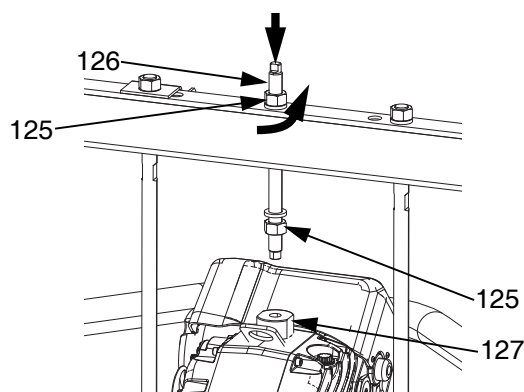

FIG. 28: Base de 55 galões
- a. *Unidades de abastecimento D200 de 3 pol. e D200s de 6,5 pol.:* Solte a porca (125) abaixo da barra de cruzamento. Utilize a chave inglesa para segurar o adaptador do anel de levantamento (127) no lugar e solte a haste roscada (126) acima da barra de cruzamento com outra chave inglesa. Consulte a FIG. 28.